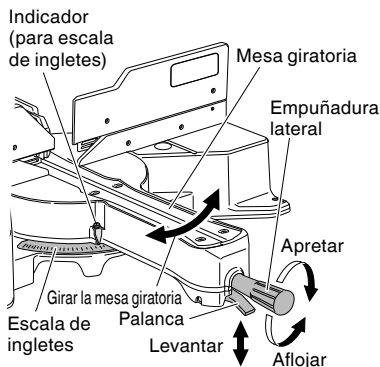
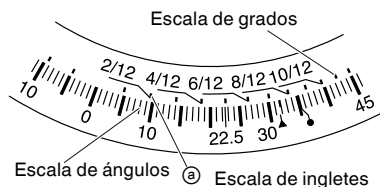

Fig. 32
Fig. 33
- (1) Afloje la empuñadura lateral y tire hacia arriba de la palanca para los topes de ángulo. Luego, ajuste la mesa giratoria hasta que el indicador se alinee con el ajuste deseado de la escala de ángulos de inglete (Fig. 32).
- (2) Vuelva a apretar la empuñadura lateral para asegurar la mesa giratoria en la posición deseada.
- (3) La escala de ingletes (Fig. 33) indica tanto el ángulo de corte de la escala de ángulos como el gradiente en la escala de ángulos.
- (5) Por lo tanto, para cortar una pieza de trabajo con un grado de  $2/12$ , ajuste el indicador  $\textcircled{a}$  la posición a como se indica en la Fig. 33.